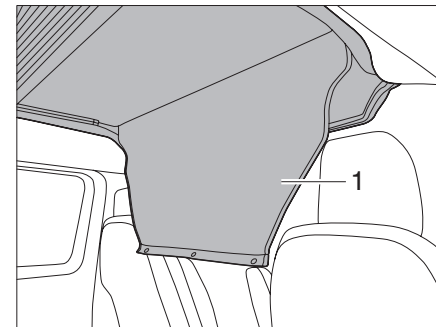

Fig. 41 Desenrollar la cubierta de acceso
- ▶ Desenrollar la cubierta de acceso (Fig. 41,1).
- ▶ Cerrar la cubierta de acceso (Fig. 41,1) con los broches.